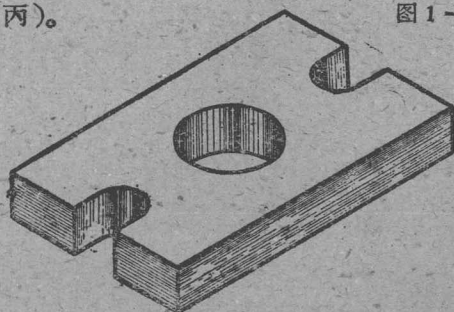

图1-6丙
③除了上述分析方法外，我们还常用“一个线框表一面”的方法结合起来分析图形。如图1-6甲主视图上有两个封闭的线框，表示物体在这个方向看见两个面，一个是底板上的平